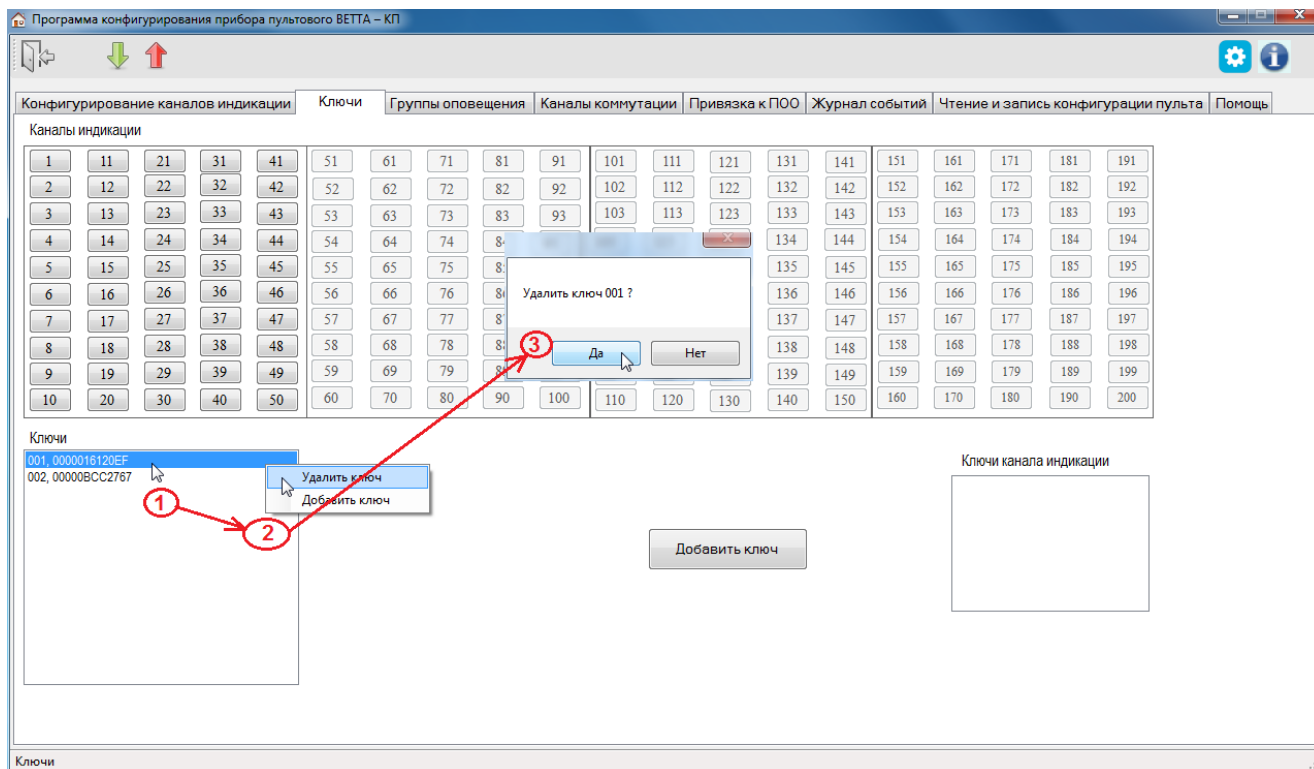

Рис. 24. Порядок действий при удалении ключа Touch Memory
4) После завершения чтения текущей конфигурации и запуска основного окна программы-конфигуратора, перейдите на вкладку «Ключи» (Рис. 24).
5) В списке «Ключи» выберите запись с кодом удаляемого ключа (Рис. 24, шаг 1).
6) Вызовите правой кнопкой мыши контекстное меню и выберите команду «Удалить» (Рис. 24, шаг 2).
- 7) В появившемся диалоговом окне (Рис. 24, шаг 3), подтвердите выполнение операции удаления ключа нажатием кнопки «Да».